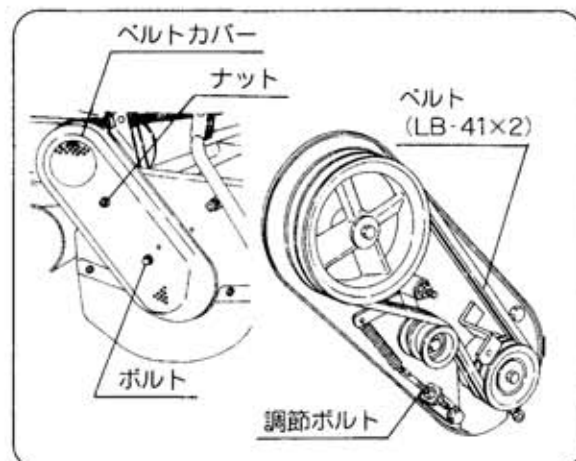

図61
① ボルト・ナットをゆるめベルトカバーを取り外します。(図61)
② 調節ボルトをゆるめます。(図61)